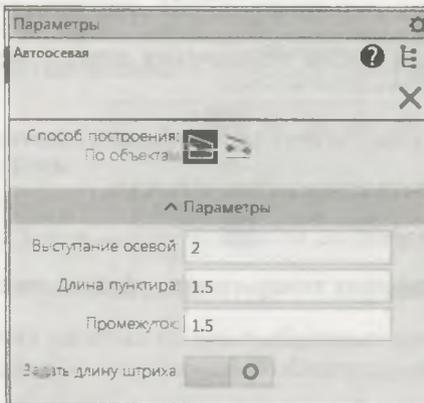

Рис. 13.14. Панель
- ♦ вызовите команду **Автоосевая**. На панели **Параметры: Автоосевая** (рис. 13.14) задайте параметры осевой линии с помощью элементов секции **Параметры** и выберите способ построения осевой линии: